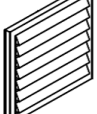

afb. 32 - Voorbeeld van luchtuitleaatsluiting
- Maak een speciaal luchtkanaal aan zoals aangegeven in afb. 32.